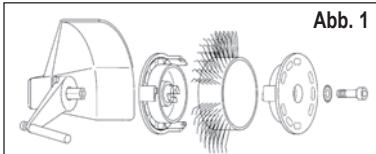
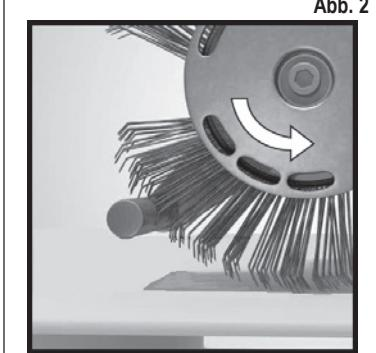

Abb. 1
Abb. 2
3. Druckluftversorgung unterbrechen und dann **MBX®** Bristle Blaster® Band 23 mm bzw. 11 mm ordnungsgemäß mit dem entsprechenden Aufnahmesystem (Laufrichtung beachten) und der dafür vorgesehenen Fächerscheibe und Schraube am Werkzeug befestigen. Siehe Abb. 1 und Abb. 2
- Verwenden Sie ein **MBX®** Band in der falschen Laufrichtung? – Richten Sie das Bürstenband so aus, dass es in die vorschriftsmäßige Richtung läuft (siehe Kapitel 7, Inbetriebnahme, Abb. 2).